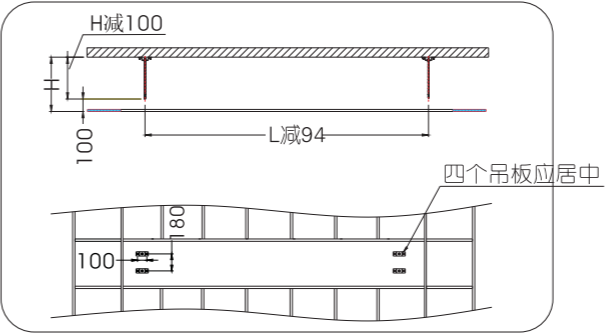
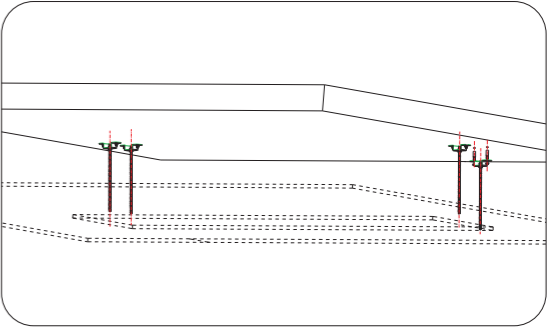

图 4
图 5
3.按图4所示，测量好吊架安装距离，用膨胀螺丝将吊架固定在房顶上，如图5所示。